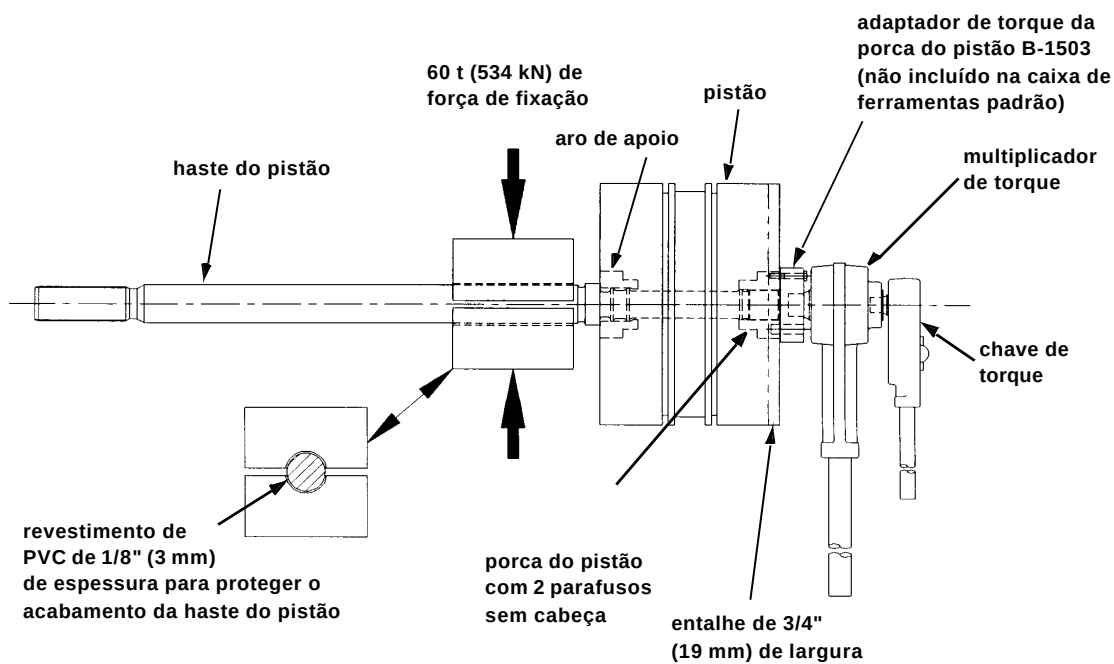
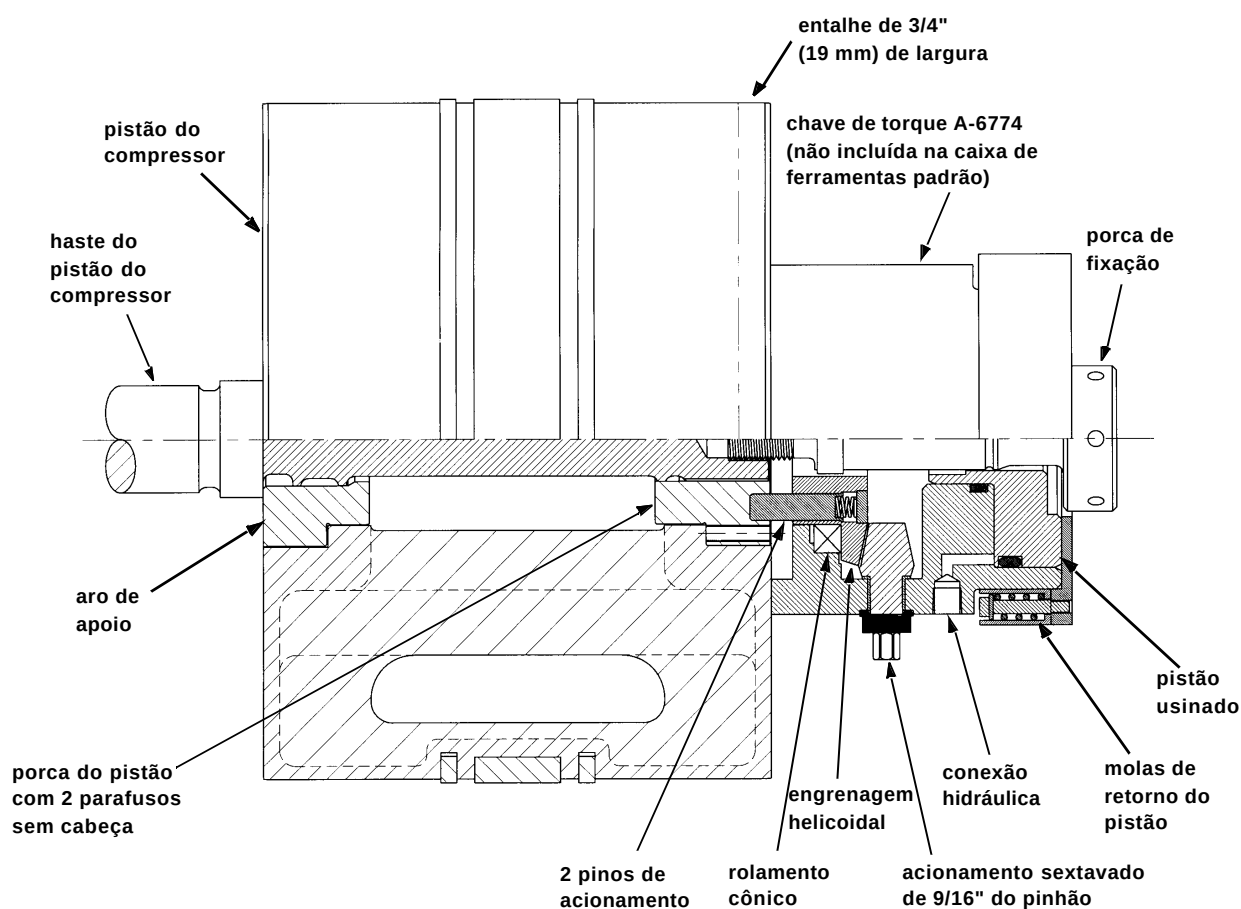

FIGURA 5-17 NECESSIDADES DE FIXAÇÃO DO PISTÃO E DA HASTE
FIGURA 5-18 CHAVE DE TORQUE PARA PORCA DO PISTÃO (CÓDIGO A-6774)
Hastes antigas sem orifício com rosca para a chave de torque A-6774 (vide Figura 5-18), necessitam um dispositivo hidráulico de fixação e ferramentas especiais para a correta desmontagem/ remontagem do pistão e da haste. Hastes que não possuem orifício com rosca podem ser reusinadas em uma oficina de usinagem qualificada. Entre em contato com o Fabricante do Conjunto ou com a Ariel para obter maiores informações.
5. Se a haste do pistão não possuir orifício com rosca para a chave de torque A-6774 (vide Figura 5-18), fixe a haste do pistão com o dispositivo hidráulico de fixação adequado, utilizando revestimento de PVC limpo e sem óleo (vide Figura 5-17). Fixe a haste do pistão o mais próximo possível do aro de apoio, mas em um lugar onde o dispositivo de fixação não interfira com o pistão. É recomendável que a montagem de hastes antigas sem orifício com rosca para a chave de torque A-6774 seja realizada por um centro de assistência autorizado.
9. Em hastes do pistão sem orifício com rosca para a chave de torque A-6774, ajuste a porca do pistão com o torque recomendado na Tabela 1-9, página 1-15, utilizando o adaptador de torque para porca do pistão B-1503 opcional (vide Figura 7-1). Talvez seja necessário utilizar uma chave de torque hidráulica para atingir o torque requerido. Em hastes do pistão que possuem orifício com rosca para a chave de torque A-6774 (vide Figura 5-18), coloque a chave de torque opcional no lugar, com os dois pinos encaixados na porca da haste do pistão. Ajuste a porca de fixação da chave de torque hidráulica, até que a chave de torque esteja firme contra o conjunto pistão-haste (pelo menos 8 voltas) e afrouxe 1/4 de volta. Observe que a porca de fixação da chave de torque hidráulica possui orifícios para a inserção de uma haste de 3/8" (9,5 mm), a fim de ajudar a apertar ou soltar o extrator, caso necessário. Deve-se aplicar uma pressão hidráulica de 5.400 psi (37,2 MPa) na chave de torque para a elongação da haste do pistão. Então deve-se aplicar um torque de 100 libras-pé (136 N.m) no acionamento sextavado de 9/16" do pinhão. A seguir a pressão hidráulica é liberada e a chave de torque é retirada. A chave de torque A-6774 também é utilizada e pressurizada para a desmontagem do pistão e da haste.